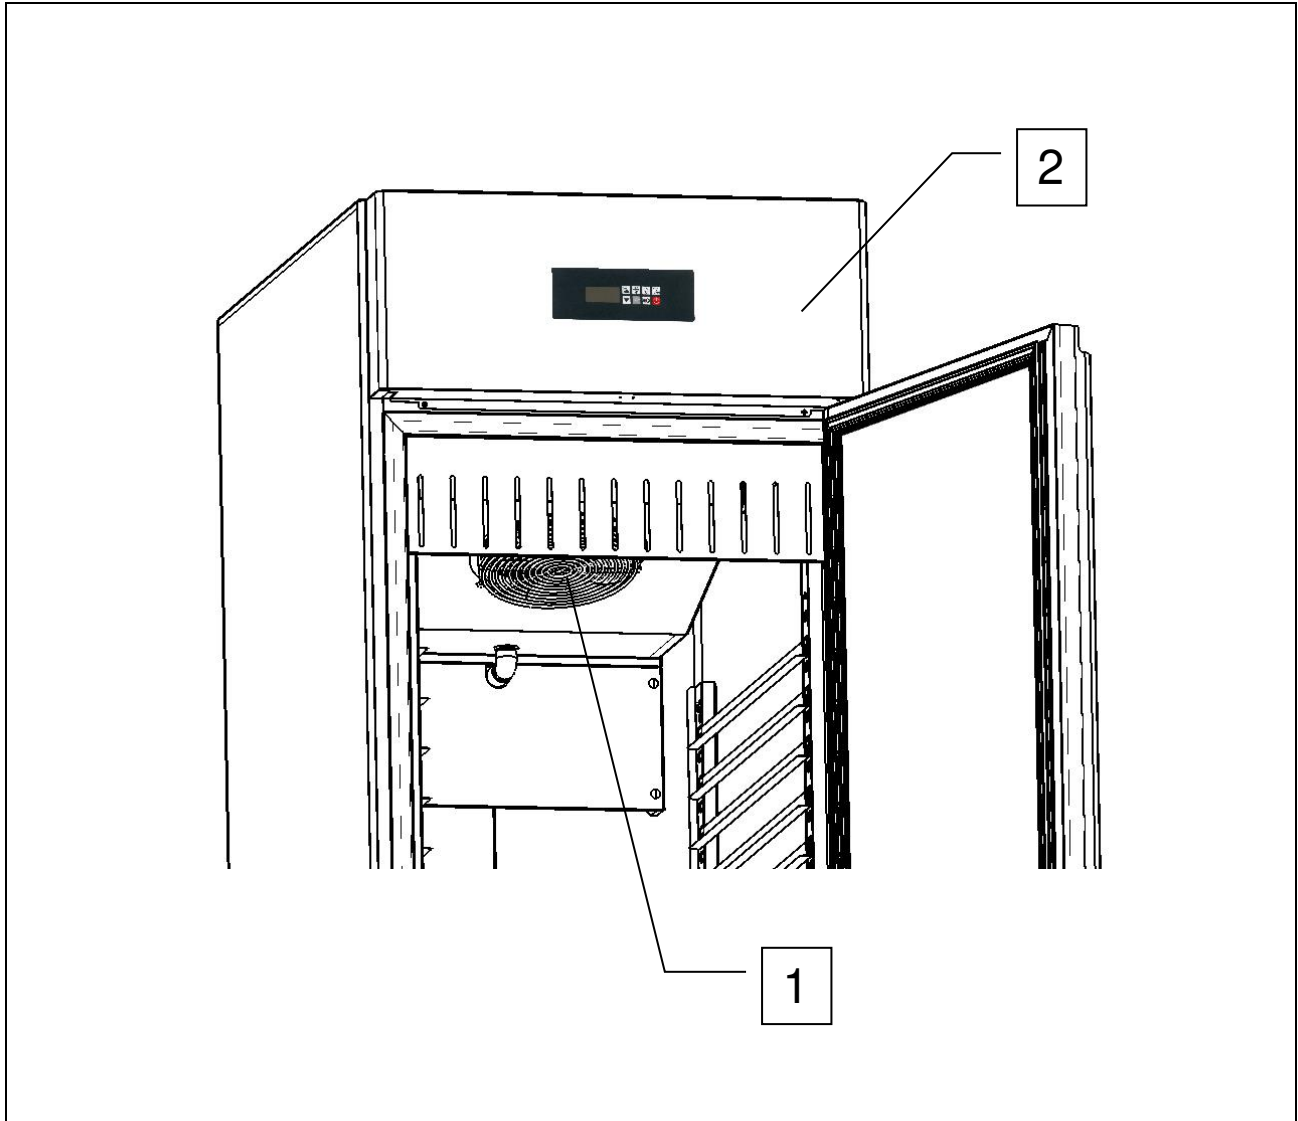

Fig. 5
- grille interne pour couvrir l'unité condensatrice (réf. 1, fig. 5);
- panneau frontal pour couvrir le ventilateur de refroidissement de l'unité tampon (réf. 2, fig. 5).